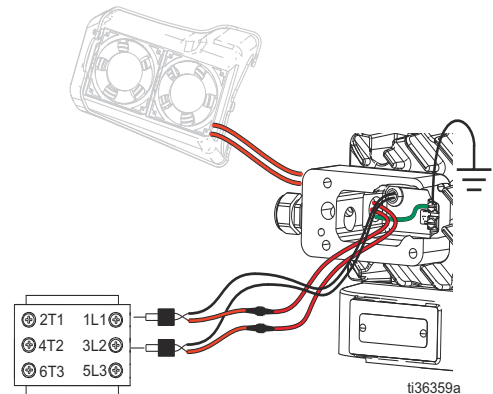

Рис. 15: Установка винта заземления
- Соедините каждый провод вентилятора с одним из двух проводов, идущих от крышки (3) электронного блока, используя наконечники, и обожмите их с помощью пресс-клещей. Затем вставьте один провод в клемму 1L1 разъединительного блока (7), а второй — в клемму 3L2. См. Рис. 15 на стр. 15.
- Уложите провода в распределительную коробку (88) и установите на место ее крышку (89), используя четыре винта (91) и шайбы (19).